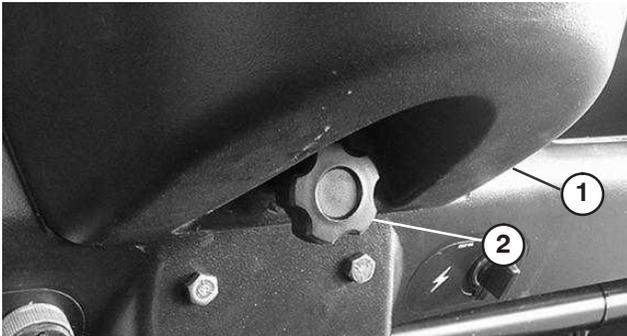

Bild 19
2. Lösen Sie das Handrad, mit dem der Getränkehalter am Armaturenbrett befestigt ist (Bild 19). Nehmen Sie den Getränkehalter vom Armaturenbrett ab.